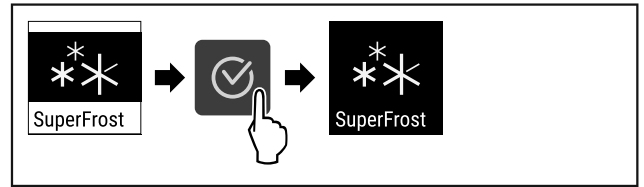

Fig. 66
- ▶ Izvedite zahtevane korake (glejte Fig. 66) .